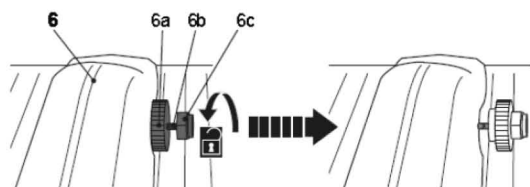

Fig.15
- > Pressione a porca com o manipulador de bloqueio para a esquerda até que o pescoço quadrado (6d) se desengatasse do orifício quadrado de bloqueio (6e) na proteção da lâmina de serra (6) (Fig. 15).